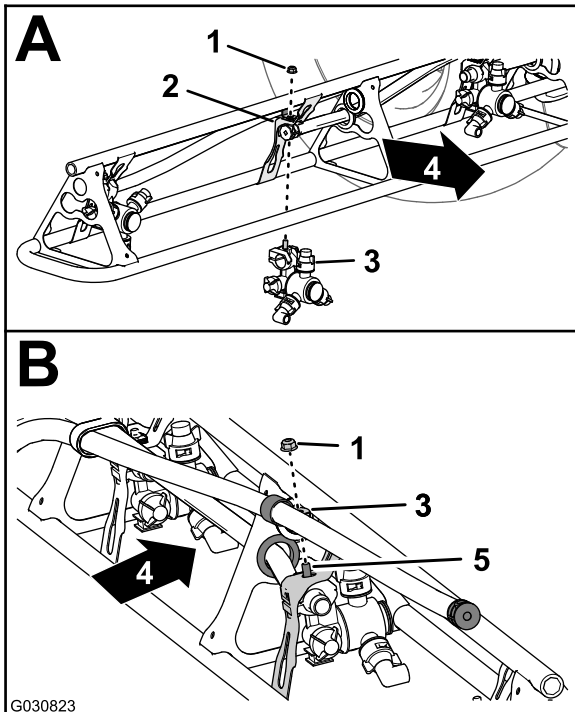

Bild 130
- Montieren Sie an den Düsenpositionen 1 und 4 die Sprühdüse mit der Sicherungsbundmutter (5/16"), die Sie in Schritt 2 in Entfernen der Sprühdüsen von den äußeren Sprühabschnitten \(Seite 54\) entfernt haben, an der Düsenbefestigung (A in Bild 130).
entfernt haben, an der Düsenbefestigung (A und B in Bild 130).